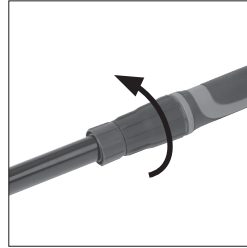

Abb. 5
- Ziehen Sie die Hülsenmutter an, um das Verlängerungsrohr und den Endring in ihren Betriebspositionen zu sichern. (**Abb. 5**)